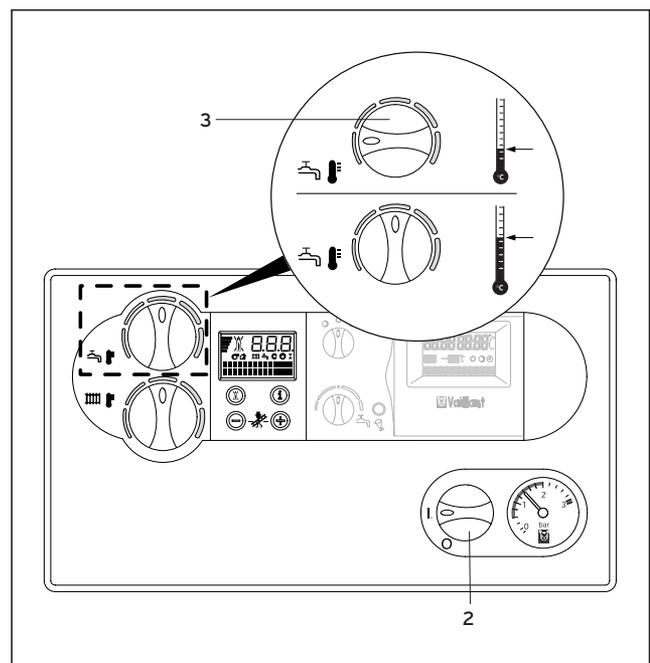

Abb. 3.10 Warmwasserbereitung mit VC-Geräten
3.4.1 Warmwasserbereitung (Abb. 3.10)